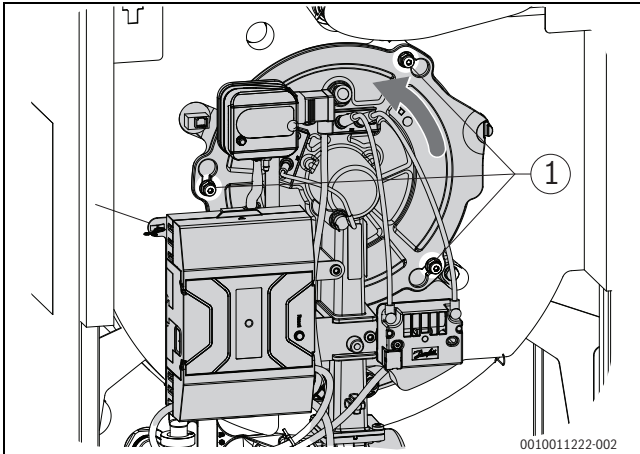

Bild 53 Befestigungsmuttern lösen
- ▶ Drei Befestigungsmuttern (→ Bild 53, [1]) lösen.